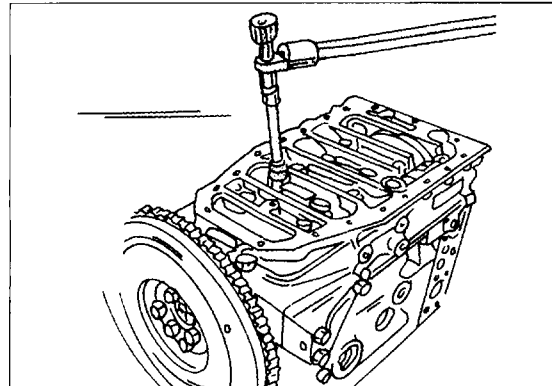

Bild 60
- Die Lagerschalen entsprechend den Kennzeichnungen in die Lagerdeckel der beiden montierten Pleuelstangen einlegen. Die Lagerflächen gut einölen. Ursprüngliche Schalen immer mit den jeweiligen Pleuellagern zusammenhalten. Den Pleuellagerdeckel aufsetzen (Kennzeichnungen müssen gegenüber liegen). Falls erforderlich den Deckel gut aufschlagen (Gummihammer). Den Deckel mit einem Vorantrieb von 50 Nm und dann im Winkelantrieb um weitere 60° anziehen. Hier eignet sich eine Gradscheibe am besten. Beide unten liegenden Deckel in dieser Weise montieren. Zu beachten ist, dass die Pleuellagerdeckel durch die Öffnungen im Lagergehäuse der Kurbelwelle angezogen werden, wie es in Bild 60 zu sehen ist.